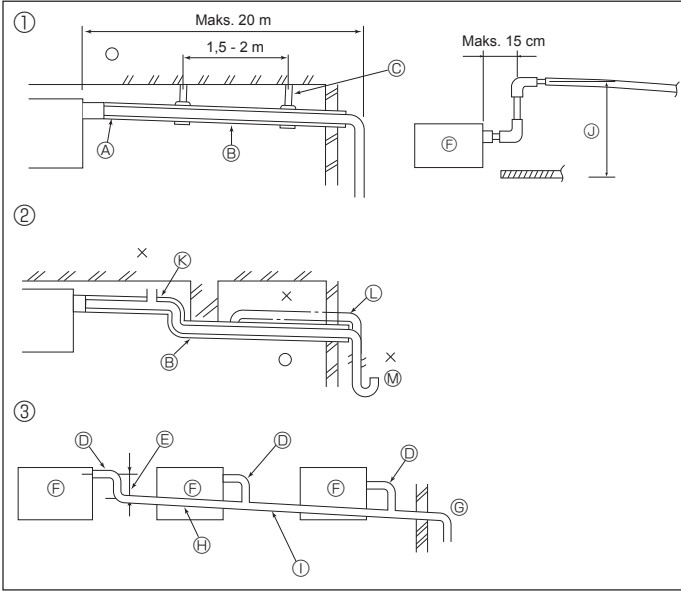

Fig. 3-1
3.1. Drenaj Tesisatı İşleri (Fig. 3-1)